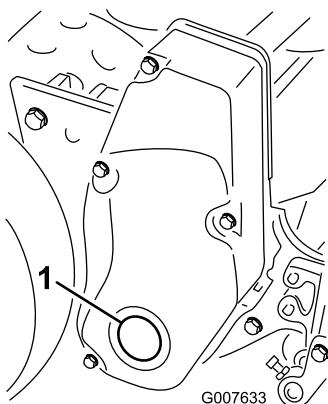

Bild 57
1. Nehmen Sie die Schraube in der rechten Spindelantriebsabdeckung ab (Bild 57).